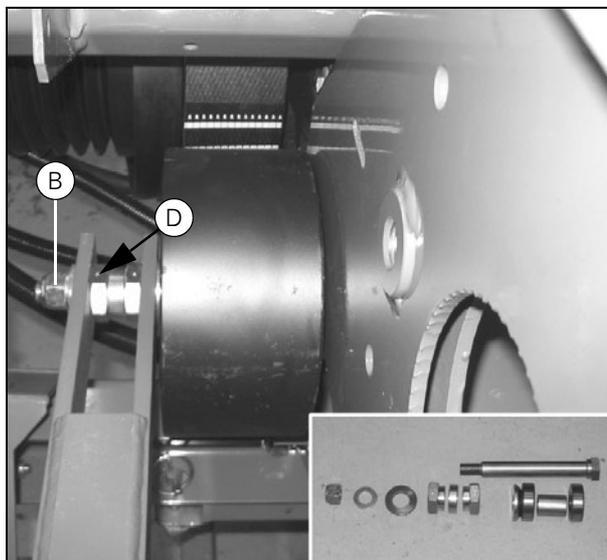

Рисунок 36
3. Снимите центральный болт (В) натяжного шкива. Для замены подшипников снимите стопорные кольца и выпрессуйте подшипники. Порядок установки различных деталей показан на (Рис. 36). Убедитесь, что метки на двух эксцентриках (D) совпадают.